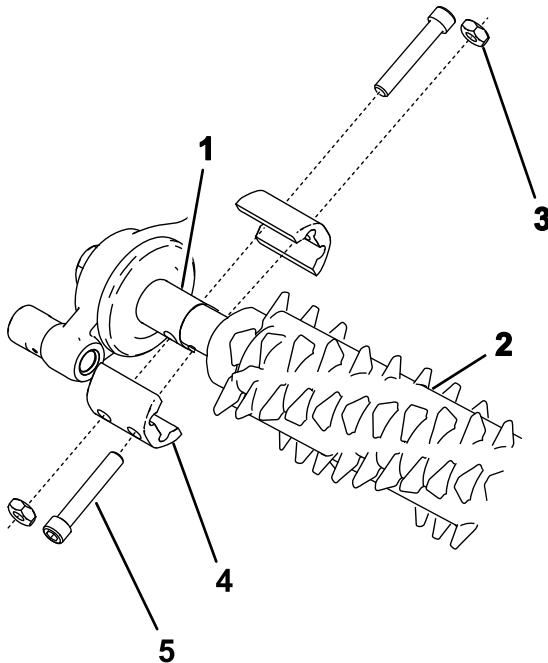

図 23
2. グルーマを、駆動ボックスとアイドルアセンブリとの間にセットする 図 23。
3. 図 23のように、グルーマをマシンに取り付けるボルトは軽く締めただけにする。